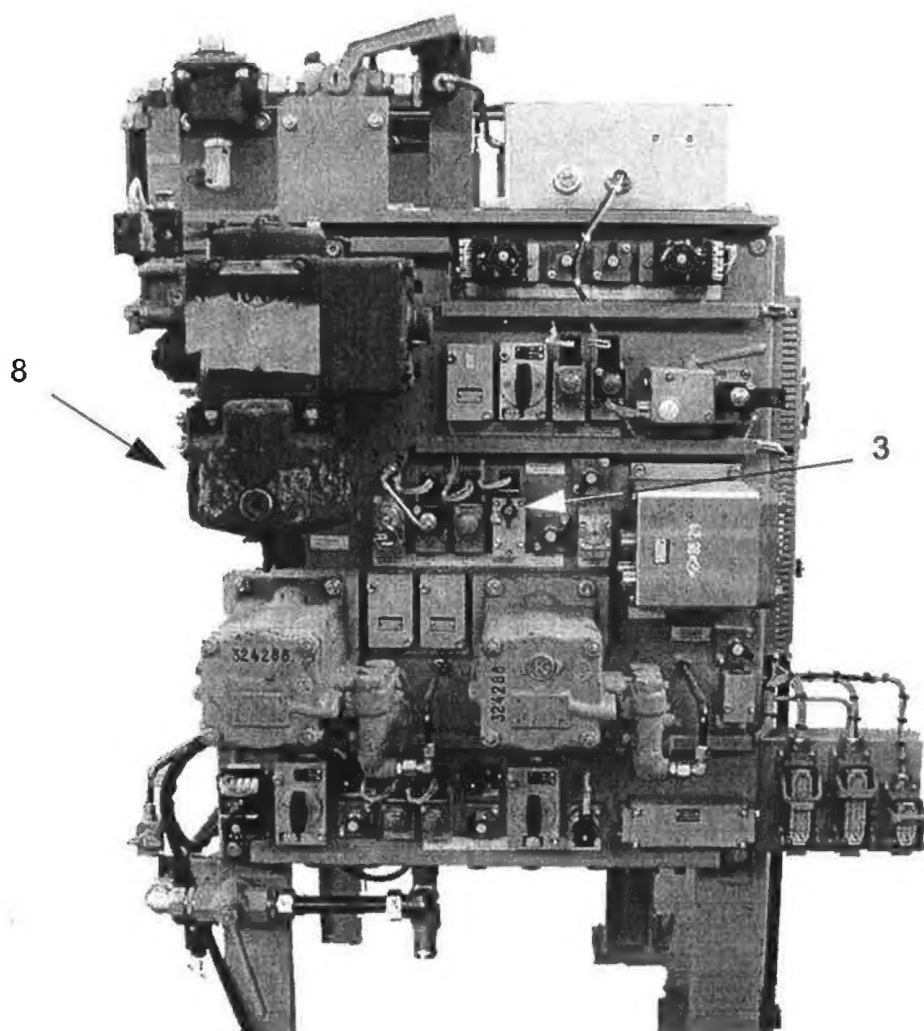

Bild 13-8 / Bremstafel
- Absperrhahn am Ke-Ventil (Bild 13-8 / Pos.8) schließen (Hebel waagerecht).
- Absperrhahn „Direkte Bremse“ (Bild 13-8 / Pos.3) schließen (Knebel waagerecht).